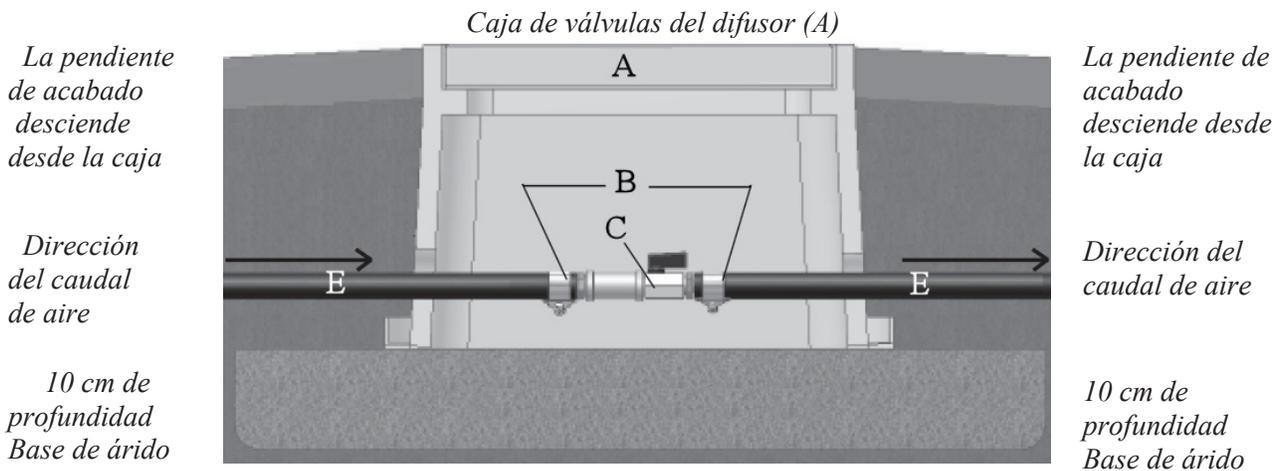

Figura 9a: instalación de la caja de válvulas
2. Excavación: el tamaño del orificio que excave dependerá del tamaño de la caja de válvulas que tenga. Excave al menos 4" (10 cm) más de profundidad que la de la caja para dejar espacio para la base de árido y el drenaje y deje de 4" (10 cm) a 6" (15 cm) adicionales para la longitud y la anchura. (**Consulte la Figura 9a**). Antes de colocar la caja rellene el fondo del orificio con al menos 4" (10 cm) de grava y arena y lo suficiente para mantener el borde superior al mismo nivel que la superficie del suelo. Cuando rellene el orificio, consolide ligeramente el terreno alrededor de la caja y mantenga una pendiente de acabado que descienda desde la parte superior de la entrada de la caja de válvulas.